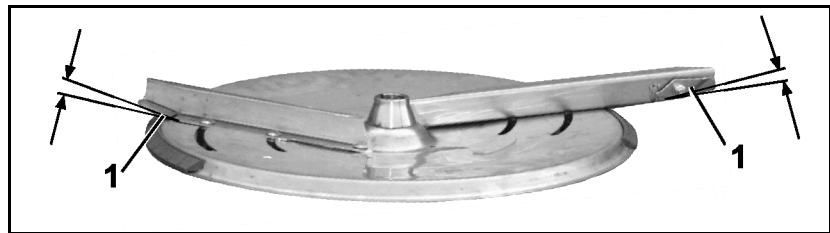

Bild 50
3. Sväng spridarskovlarnas svängbara vingar (Bild 50/1) till önskat läge för normal eller sen gödsling.